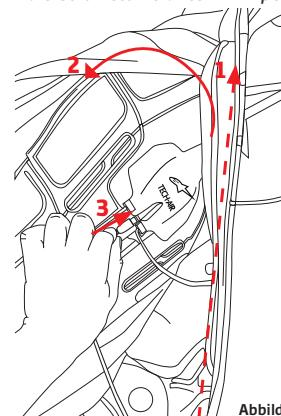

Abbildung 8
**Tipp:** Wird das Airbagsystem Tech-Air® Race Vest in einem Lederanzug installiert, hat man besseren Zugriff auf den MicroUSB, indem man einen der Reißverschlüsse zur Befestigung der Weste (1) öffnet und die Weste teilweise herausnimmt. (Siehe Abbildung 8).
Tipp: Es ist leichter, den Hauptschalter (8) zu erreichen, wenn man zuerst einen der Reißverschlüsse zur Befestigung der Weste (1) öffnet und die Weste teilweise aus dem Anzug nimmt (siehe Abbildung 8). Natürlich muss der Reißverschluss wieder geschlossen werden, wenn man den Hauptschalter wieder angestellt hat.